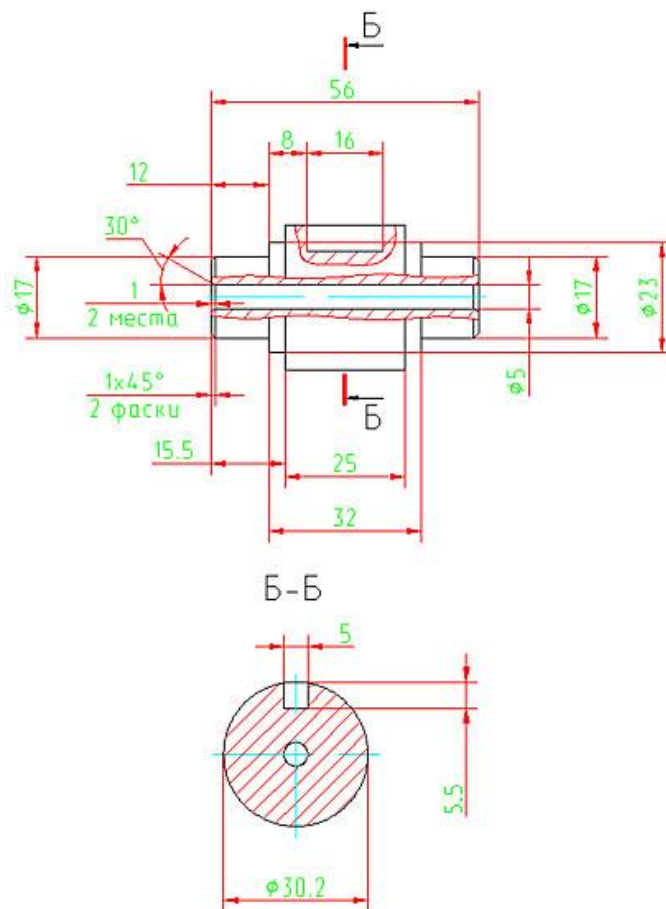

Рис. 1. Чертеж детали Валик (AutoCAD)
1. В качестве примера взят Autodesk Inventor. Чертеж детали "Валик" (рис. 1).